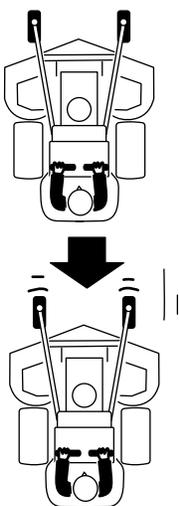

Рисунок 21
2. Медленно потяните рычаги управления движением назад (Рисунок 21).